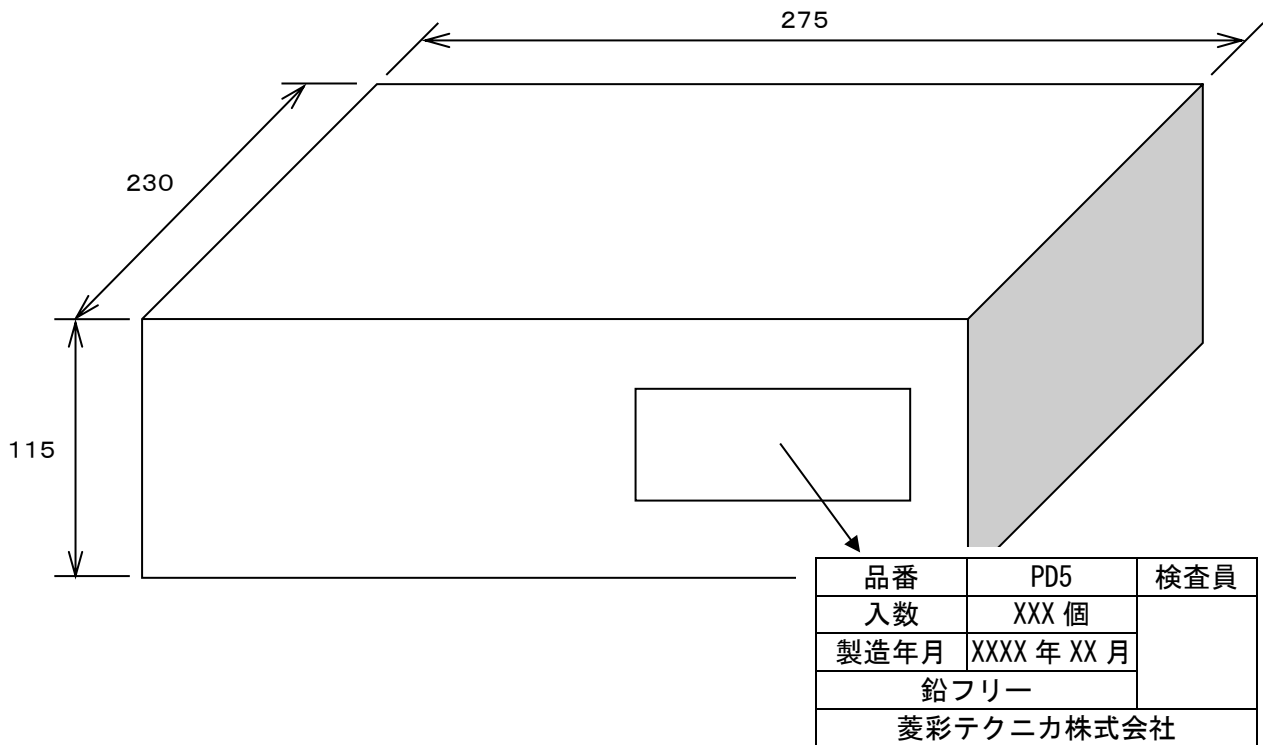

図 3.
- (3) ダンボール箱に箱詰めし、品番と入数を表示する。（図3. 参照）